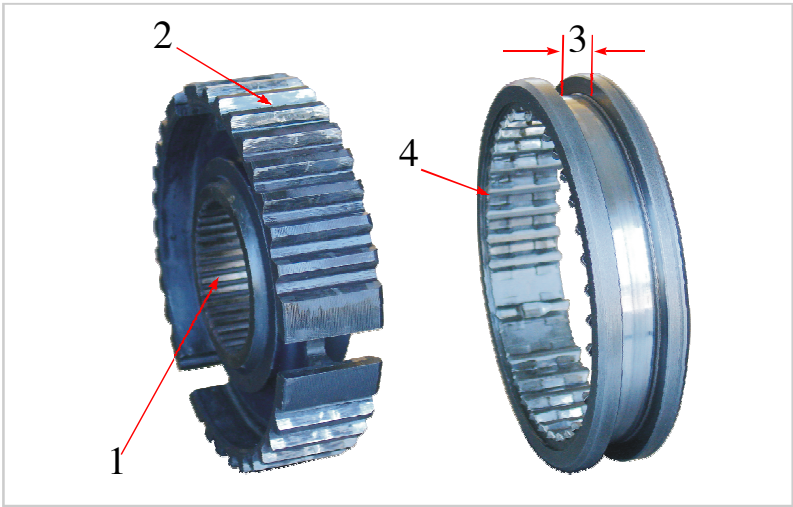

图4-44 同步器检查部位
3. 检查三、四挡同步器齿毂和齿套的磨损或损坏（见图4-44、表4-5）。